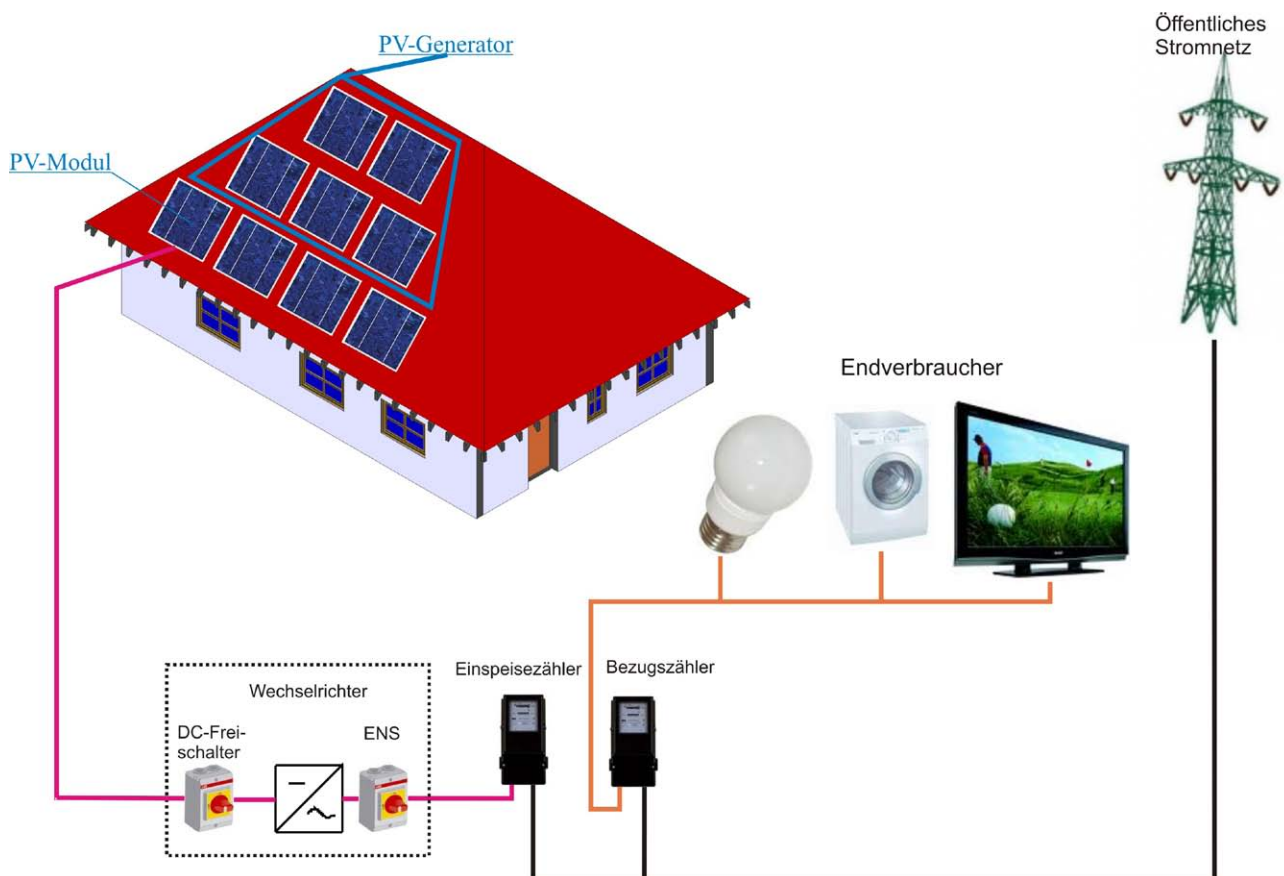

Abbildung 1: Prinzipieller Aufbau einer Photovoltaikanlage
Eine Photovoltaikanlage besteht aus mehreren Komponenten (Abbildung 1):
- Abbildung 1: Landesfeuerweherschule Baden-Württemberg